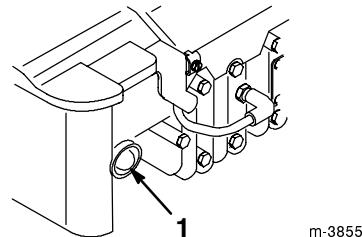

Figure 10
2. Pousser trois fois sur l'amorceur, à 2 secondes d'intervalle (Fig. 10).